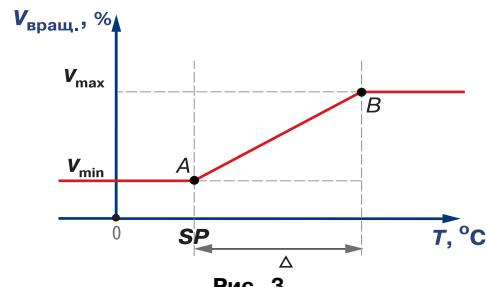

Рис. 3
3.3.4. Прибор осуществляет регулирование температуры по графику, рис. 3. При температурах  $T < SP$  вентилятор вращается с минимальной скоростью  $V_{\min}$  (программируемый параметр  $P$ ), см. прил. Б, стр. 22.